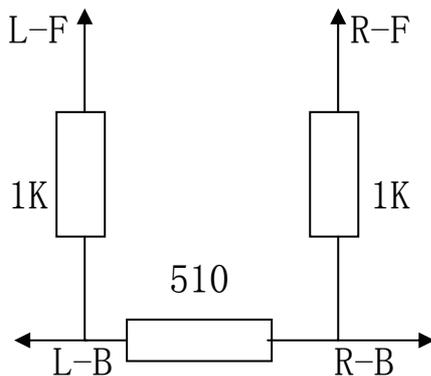
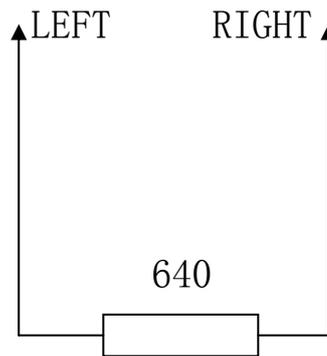

图 1
图 2
1. 按图 1（4 点模式）或图 2（2 点模式）接好测脂模拟测试电阻；